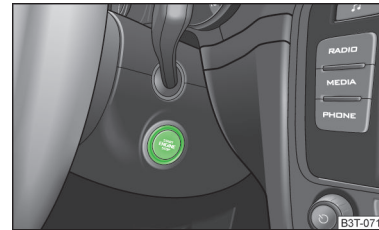

Fig. 135
- Coupez le moteur ou le contact en appuyant sur le bouton du démarreur » fig. 135.
➤ Appuyer brièvement sur le bouton du démarreur » fig. 135 à la page 147.
➤ Appuyez sur le bouton du démarreur » fig. 135 à la page 147 et maintenez-le enfoncé1) jusqu'à ce que le moteur démarre.
➤ Appuyez brièvement sur le bouton du démarreur » fig. 135 à la page 147.
➤ Appuyez sur le bouton du démarreur » fig. 135 à la page 147 pendant plus d'1 seconde ou appuyez dessus deux fois en une seconde.